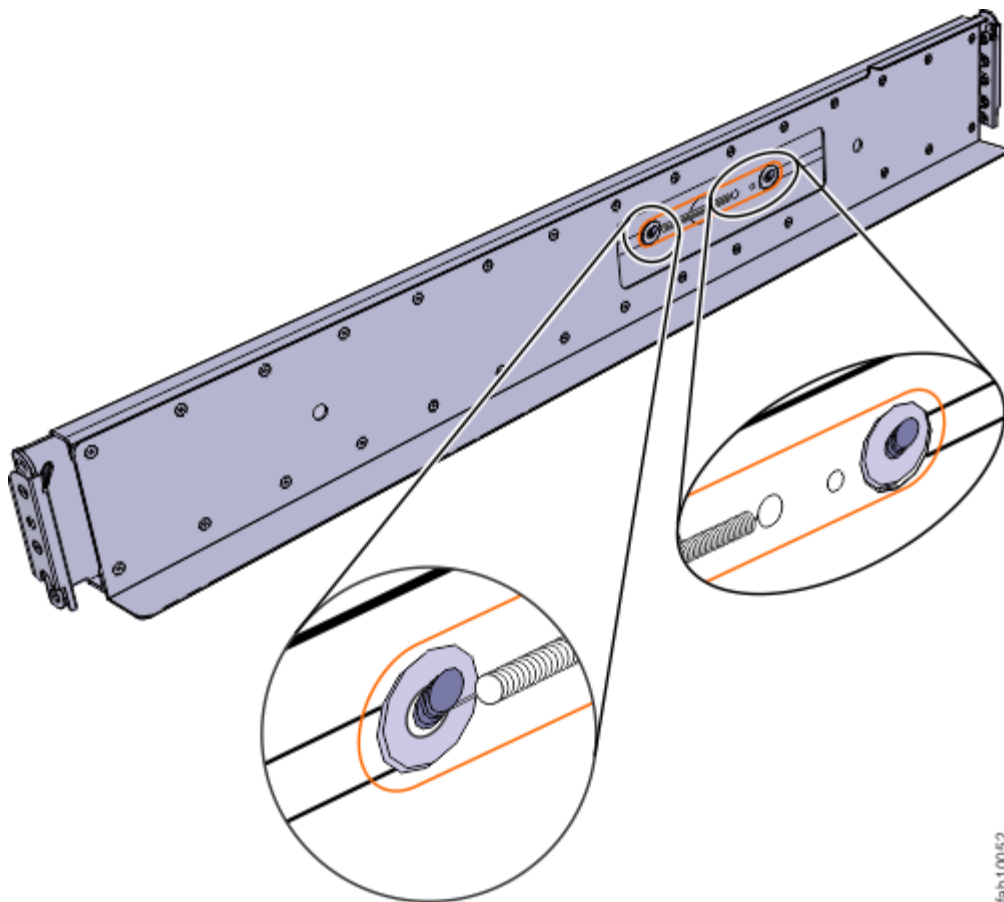

图 36. 安装导轨弹簧
- b) 将一个弹簧卡环推入到导轨内侧的螺栓中。（请参阅第 30 页的图 36。）